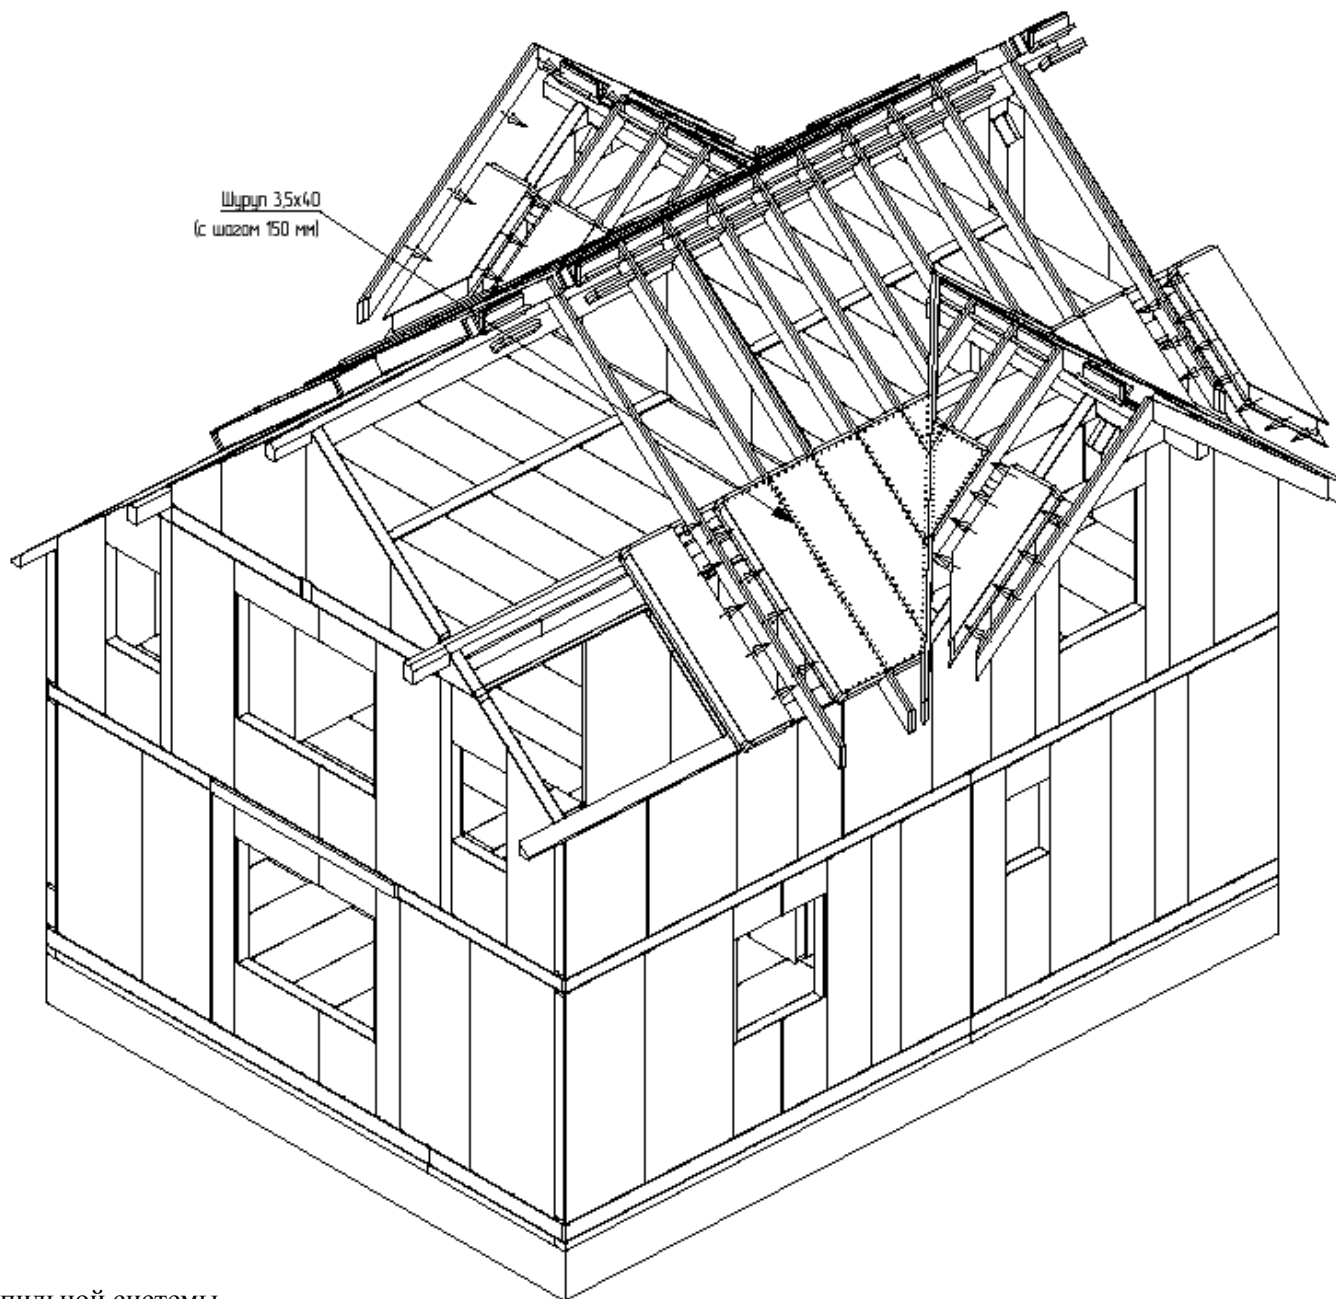

Рис. 20: Монтаж стропильной системы.
19. Панели и стропила наращивать постепенно вдоль конька крыши (Рис. 20). По окончании сборки стропильной системы и замыканию теплового контура здания, зашить сверху свесы, и холодные участки крыши OSB3 в один уровень с установленными SIP-панелями.